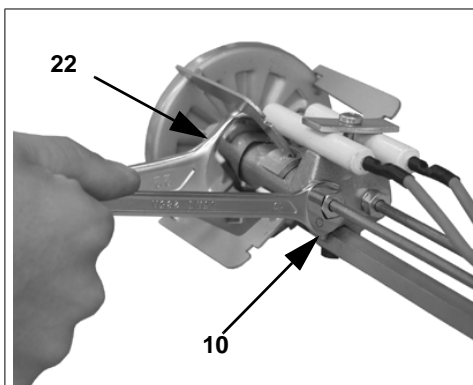

Рис. 12
- 1 Расслабить крепление жидкотопливных трубок, подсоединенных к держателю форсунки, используя два ключа на 22 и 10 (Рис. 12).